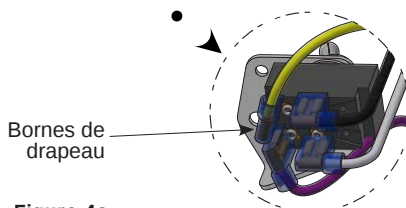

Figure 4a
5. Débranchez les quatre bornes de drapeau pour retirer les câbles du commutateur (voir figure 4a). Notez quel câble est fixé à chaque borne de lame pour la réinstallation.